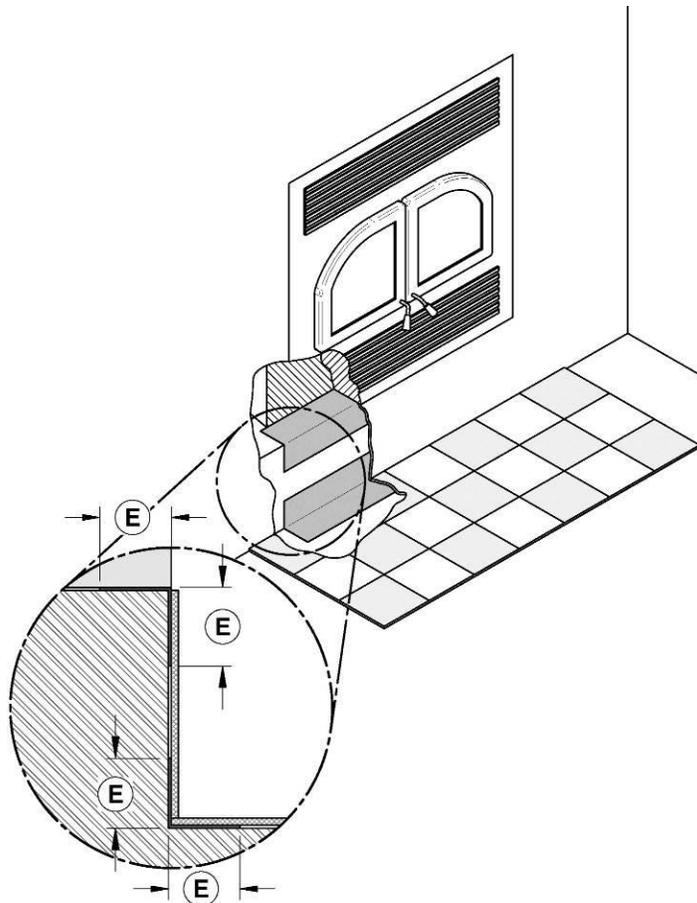

Figure 14 : Installation sur une base surélevée de plus de 4"
Les coins supérieur et inférieur, pour toute la largeur de l'extension de l'âtre, doivent être protégés de 2" horizontalement et 2" verticalement (E) par un matériel non-combustible (Voir **Figure 14 : Installation sur une base surélevée de plus de 4"**). Par exemple, une plaque de métal pliée (non fournie). Mis à part ces deux coins, la plaque de métal n'a pas à couvrir le reste du mur entre la base du foyer et le plancher.